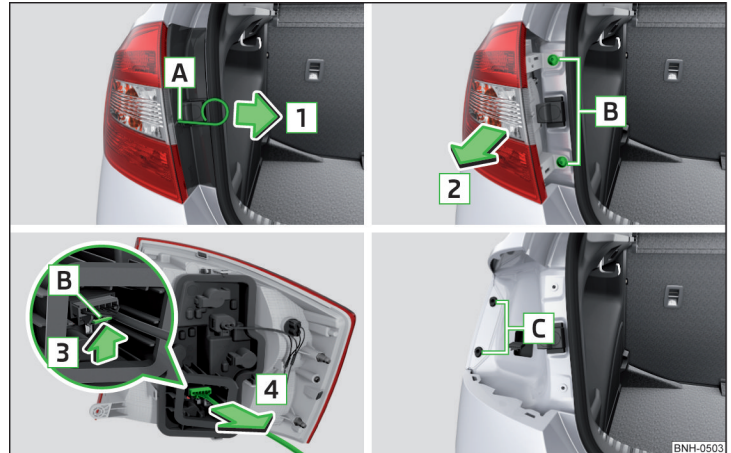
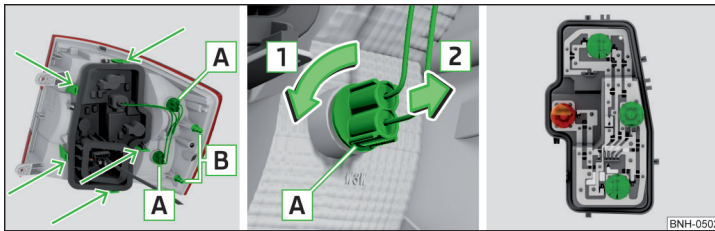

Abb. 168 Leuchte ausbauen / Stecker abziehen
Abb. 169 Äußerer Teil der Leuchte / Innerer Teil der Leuchte
- › In die Öffnung [A] » Abb. 168 den Bügel zum Abziehen der Radvollblenden » Seite 165, Bordwerkzeug einführen.
- › Die Leuchte mit den Zapfen [B] » Abb. 169 auf Seite 187 in die Aufnahmen [C] » Abb. 168 in der Karosserie einsetzen.
- › Die Lampenfassung **A** » Abb. 169 in Pfeilrichtung **1** drehen und in Pfeilrichtung **2** aus dem Leuchtegehäuse herausnehmen.
» Abb. 169 und den Lampenhalter aus der Leuchte herausnehmen.